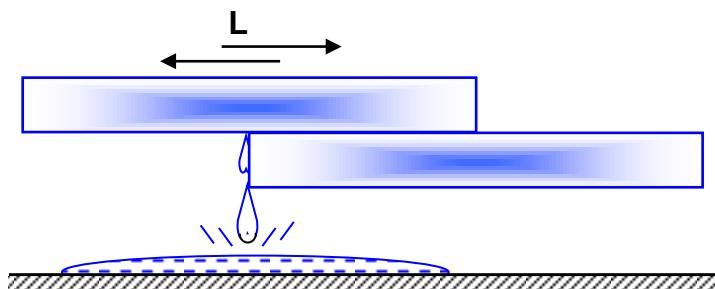

Рис. 4.3. К задаче 4.9
4.9. Два куска льда массой по 1 кг каждый имеют температуру 0°C и давление 1 бар. Происходит механическое взаимодействие этих кусков друг с другом в виде трения, они взаимодействуют гладкими поверхностями без разрушения (рис. 4.3). На перемещение кусков затрачивается работа в количестве 100 кДж. Определить количество расплавившегося льда в результате такого взаимодействия и увеличение энтропии системы, если считать, что теплообмен с окружающей средой отсутствует. Изобразить этот процесс в T,S-диаграмме.